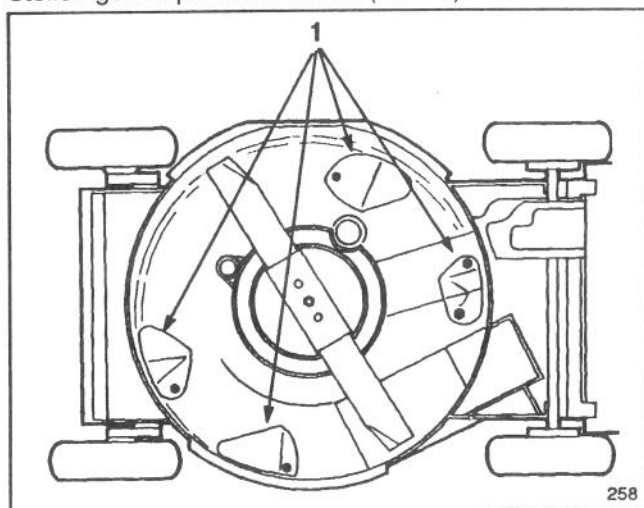

Abb. 6
- B. Vier spezielle Umlenkmale, die auf der Unterseite des Mähergehäuses an besonderen Stellen genau positioniert sind (Abb. 6).